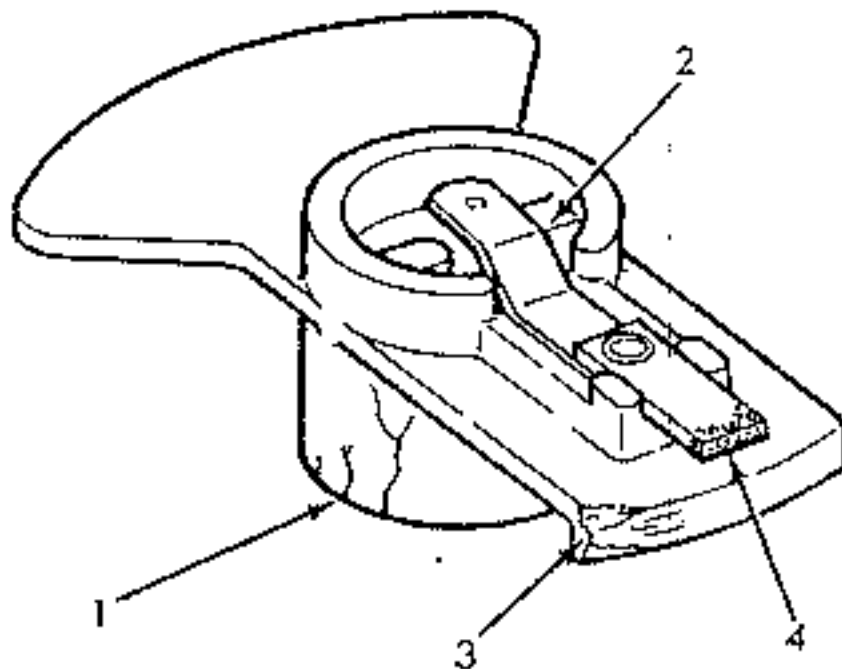

Bild 59 Ansicht des Verteilerläufers mit den am meisten verschleissempfindlichen Stellen.
- Etwas Motorenöl an den Schmierfilz in der Oberseite der Welle tropfen und das Staubschutzblech und den Verteilerläufer aufsetzen (Bild 59).